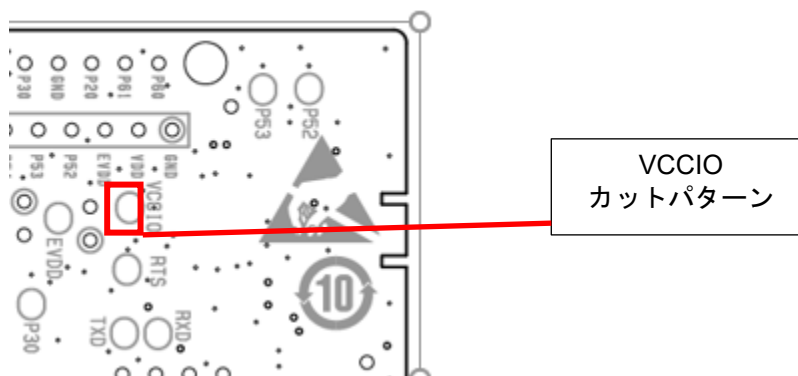

図 5-11 : VCCIO カットパターン位置
電流測定ヘッダ (J18) 間に電流計を挿入し電流測定します。評価 MCU 以外での消費を抑えるためカットパターン (VCCIO) をカット (図 5-11 参照)、LED は消灯した状態で計測ください。
USB を接続せずに使用される場合には、本カットパターン（VCCIO）をカットしてご使用ください。カットパターンの位置を図 5-11 に示します。また J15 ヘッダ（ヘッダ部品は未実装）はオープンとしてください。
*4: USB 給電を行わない場合は、J15 オープンとし、カットパターン VCCIO をカット (図 5-11 参照) してご使用ください。